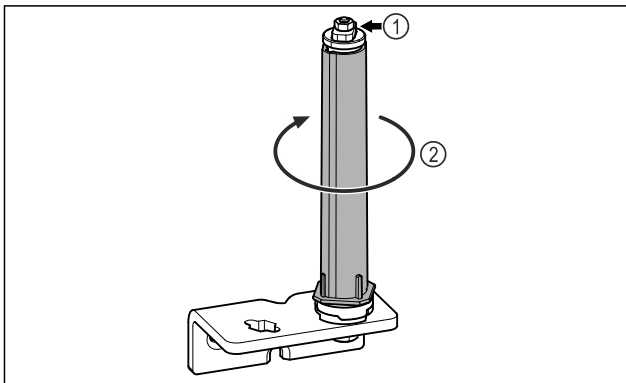

Fig. 29
- Ne pas démonter le système de fermeture de la porte Fig. 29 (1).
- Faire tourner le système de fermeture Fig. 29 (2) jusqu'à entendre un clic.